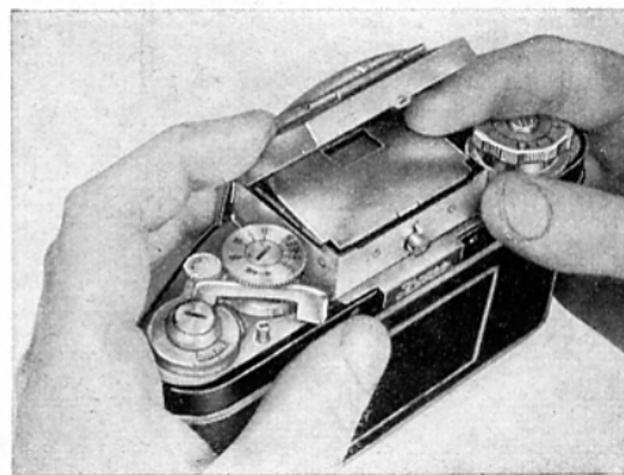

Abb. 9
Vor dem Schließen des Lichtschachtes (11) bringt man die Zusatzlupe (13) in Ruhelage (Abschnitt E). Dann können die beiden Seitenteile des Lichtschachtes (Reihenfolge gleichgültig) nach innen gedrückt werden, darüber die Lichtsicht-Rückwand (15) und schließlich das Vorderstück, das hörbar einrastet (Abb. 9).